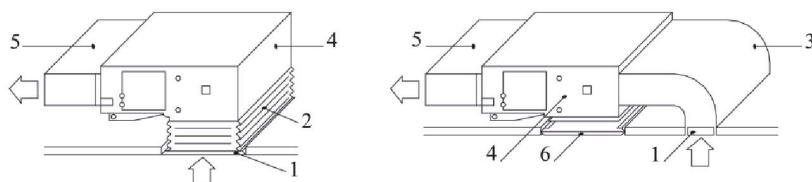

Fig. 12
- e. Il metodo di installazione può essere scelto considerando ad esempio le condizioni dell'edificio e la manutenzione, come illustrato in Fig. 12.